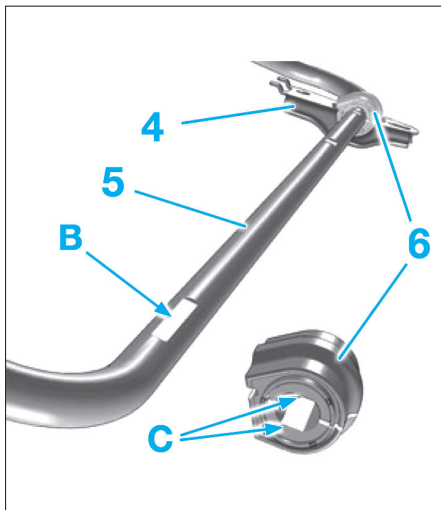

Fig. 16
Positionner la barre de façon à avoir le détrompeur de couleur sur la droite. Le positionnement latéral et horizontal est réalisé par deux méplats en (C) à l'intérieur du palier (6) et des empreintes en (B) sur la section de barre stabilisatrice (Fig.16).